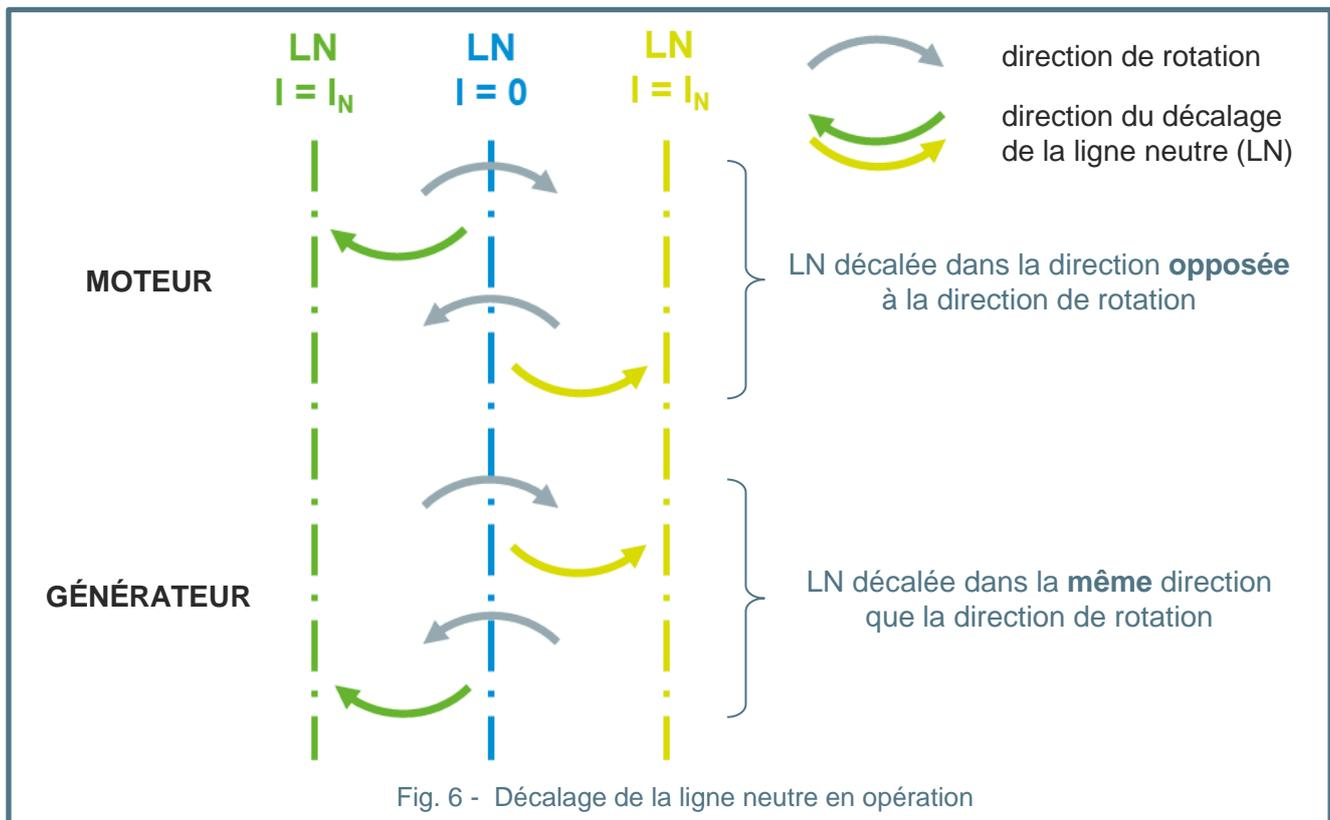

Fig. 6 - Décalage de la ligne neutre en opération
Lorsque la machine tourne, la réaction du rotor induit une déformation du flux magnétique, ce qui génère un décalage de la ligne neutre d'un certain angle. Même si l'on ajoute des pôles de commutation pour compenser ce phénomène, il y a toujours un décalage. La figure 6 montre son influence en fonction du sens de rotation et de la configuration de la machine (moteur ou générateur).
- f) procéder à la mesure de la tension pour chaque lame virtuelle numérotée avant et après la position du balai et la reporter (voir image de la figure 6),
Ensuite, on fait tourner le moteur à sa charge nominale pour vérifier les étincelles. Si des étincelles apparaissent, la position des balais doit être ajustée en déplaçant les bras ou la couronne d'une demi-lame à chaque étape (dans un sens opposé au sens de rotation dans le cas d'un fonctionnement du moteur - voir figure 6), de manière à obtenir une absence d'étincelles.